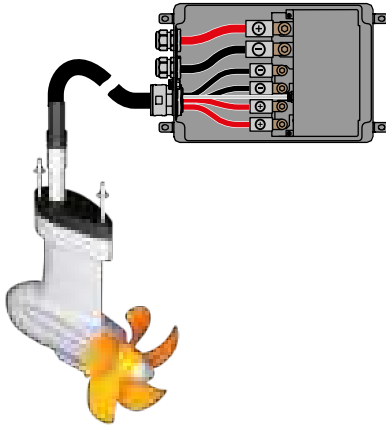

Abb. 11: Verkabelung Elektronikbox
1. Lösen Sie die Schrauben (1) der Elektronikbox, um diese zu öffnen.
4. Schließen Sie die Leistungskabel an den jeweilig gekennzeichneten Polen an (rot=+, schwarz=-; 10 Nm), **siehe "Abb. 11: Verkabelung Elektronikbox"**.
5. Schließen Sie das Motorkabel an den Motorsteuerungsanschluss (6) an.